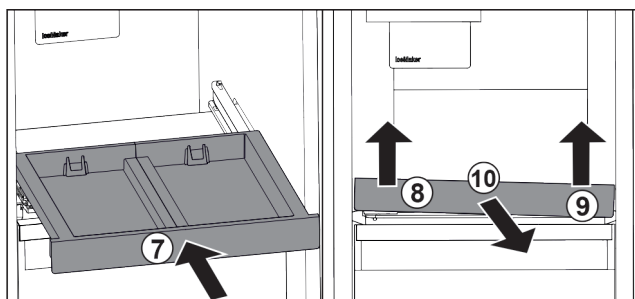

Fig. 43
- Skyv inn uttrekksplaten. Fig. 43 (7)
- Løft opp uttrekksplaten på venstre side foran. Fig. 43 (8)
- Løft opp uttrekksplaten på høyre side foran. Fig. 43 (9)
- Ta ut uttrekksplaten forover. Fig. 43 (10)